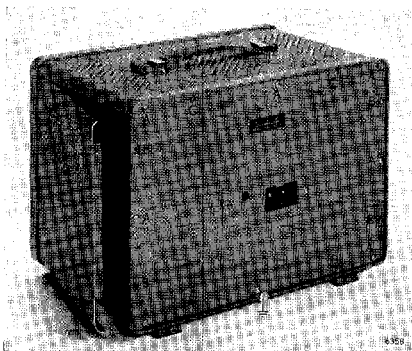

Fig. 14
Deze kan worden afgenomen nadat de 7 schroeven 'A' (fig. 14) en de aardklem verwijderd zijn.
- Draai de 2 schroeven 'C' (fig. 14) los.